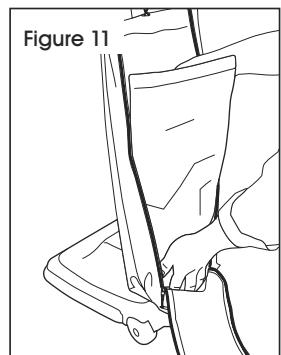

Figure 11
5. Insérez le bas du sac à poussière dans la partie inférieure du sac externe. (Voir Figure 11)